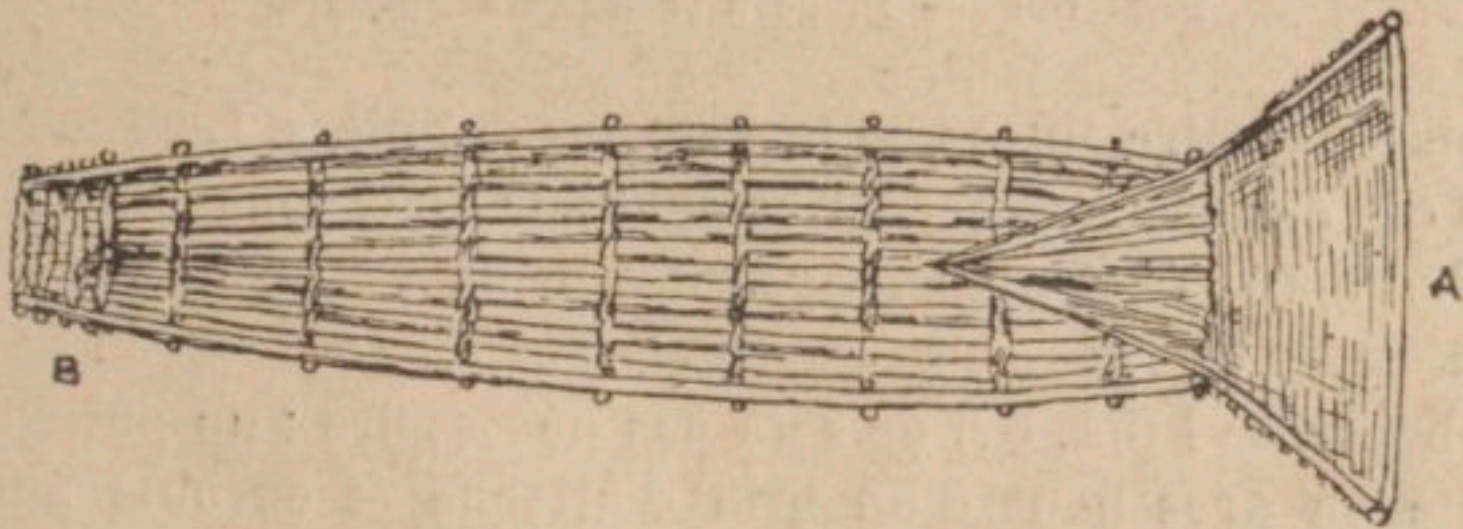

Fig. 159. — Nasse.
Les nasses sont faites en vannerie, comme le représente la figure 159. La partie principale se compose d'un panier en forme de cigare ayant environ 1 m. 20 de long et 15 centimètres de diamètre à la partie la plus large. Les bâtons devront être espacés de un centimètre. A l'une des extrémités (A), un panier en forme de cheminée est adapté, la partie pointue vers l'intérieur. Il est composé de morceaux de bois